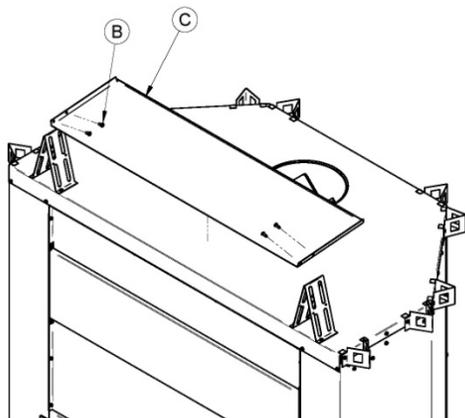

Figure 6
3. Tel qu'illustré aux **Figure 6 et 7**, positionnez l'écran thermique © entre les cales d'espacement déjà installé avec les replis vers le haut. Alignez les trous de l'écran